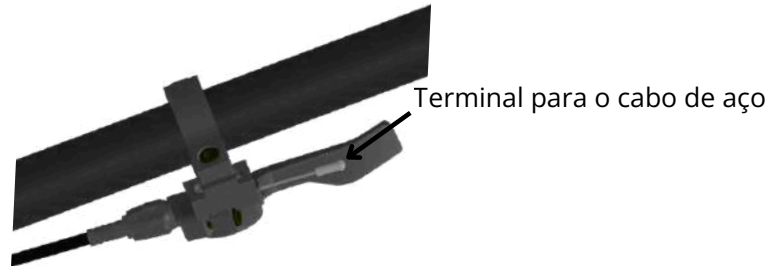

figura 11
- **Acabamento:** Após o aperto, utilize o alicate de corte para remover o excesso do cabo, garantindo uma margem de segurança de pelo menos 15mm. Por fim, encaixe o terminal de cabo na ponta cortada e, com o auxílio do alicate, pressione-o contra o cabo com força moderada apenas para fixá-lo, evitando o excesso de pressão que poderia cortar o terminal ou o próprio cabo de aço (figura 11).